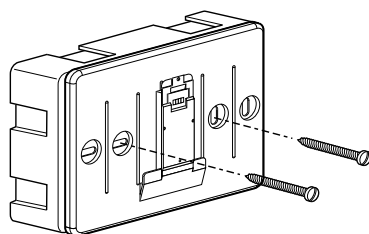

fig. 2
- fixer la base de l'appareil au boîtier mural, à l'aide des vis fournies dans le kit (fig. 2)